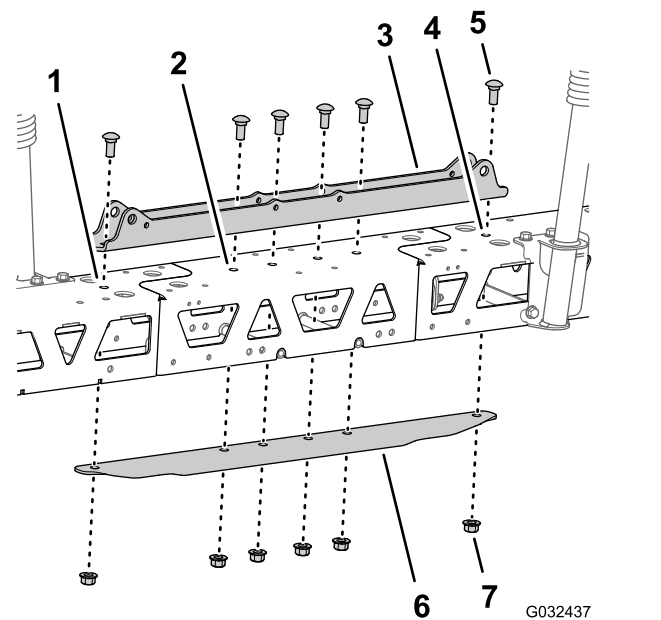

Figura 55
5. Allineate i fori sul supporto del cilindro con i fori sulla linea centrale del telaio della trave e l'estensione della barra centrale (Figura 55).
6. Inserite la piastra di ancoraggio sul telaio della trave e l'estensione della barra centrale e allineate i fori sulla piastra di ancoraggio con i fori sulla linea centrale del telaio delle travi e dell'estensione della barra (Figura 55).
7. Montate il supporto del cilindro, le travi, l'estensione della barra centrale e la piastra di ancoraggio con i 2 bulloni a testa tonda ($\frac{1}{2}$ " x $1\frac{1}{4}$ ") e i 2 dadi di bloccaggio flangiati ($\frac{1}{2}$ ") che avete rimosso al passaggio 2 di Separazione delle travi della sezione di irradiazione centrale (pagina 29) e i 4 bulloni a testa tonda ($\frac{1}{2}$ " x $1\frac{1}{4}$ ") e i 4 dadi di bloccaggio flangiati ($\frac{1}{2}$ ") del kit di finitura dell'impianto di irradiazione GeoLink (Figura 55).